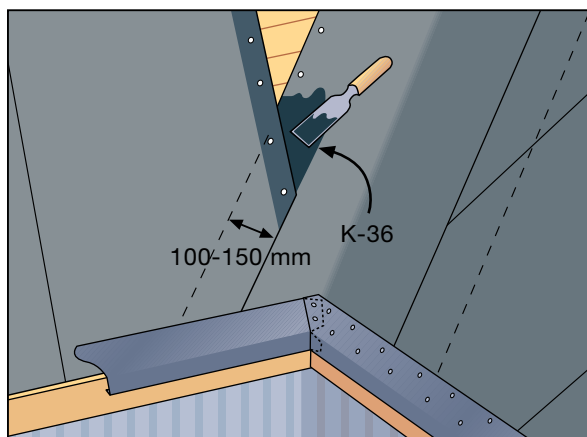

Bild 3
- Underlaget monteras horisontellt eller vertikalt direkt ovanpå panelen och takfotsplåtarna monteras på takfötterna ovanpå underlaget (bild 3).